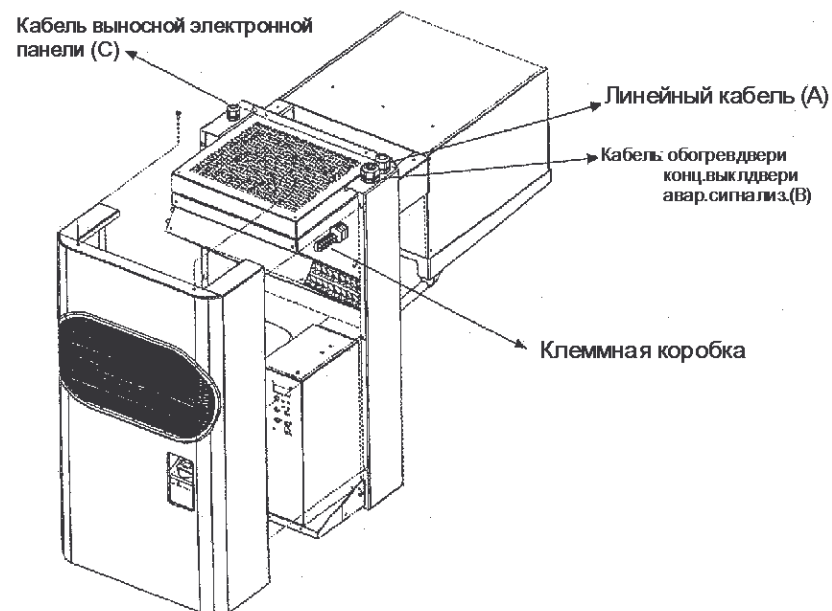

Рис.7
4) Чтобы получить доступ к клеммной соединительной коробке, нужно снять фронтальную панель машины (рис. 7).